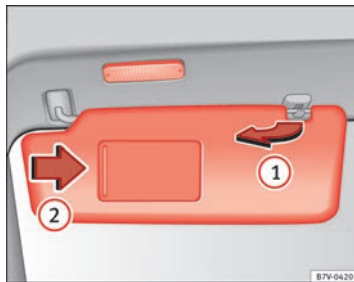

Abb. 63 Sonnenblende.
- Aus der Halterung herausziehen und zu der Tür schwenken => Abb. 63 ①.